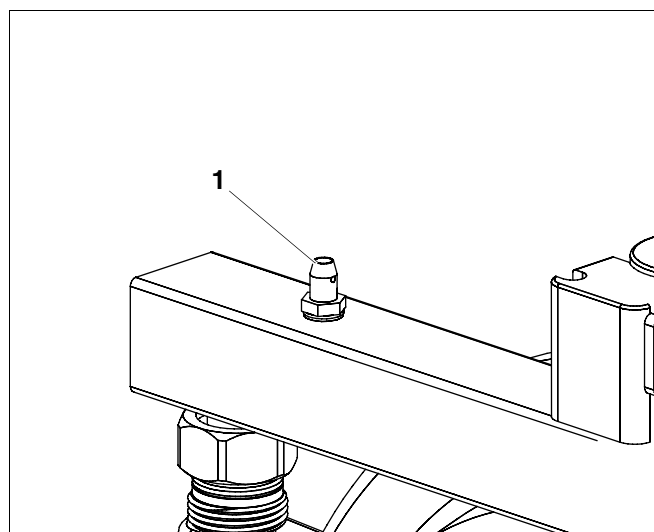

Abb. 15 Gasfließdruck messen
- Schraube im Messnippel (Abb. 15, **Pos. 1**) mit Schraubendreher eine halbe bis ganze Umdrehung lösen.